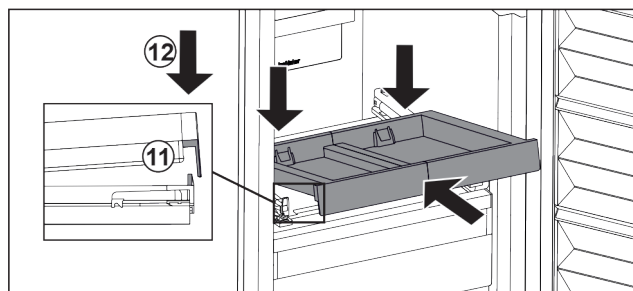

Fig. 173
- ▶ Skub skråt ind. Vær opmærksom på, at anslagets to sidder er bag lasken. Fig. 173 (11)
- ▶ Sæt udtrækshylden ned foran. Fig. 173 (12)